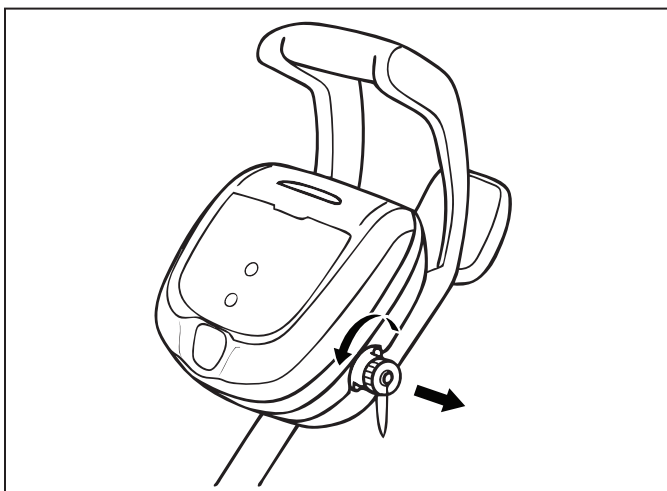

Figura 11. Saque la tapa protectora
- **CANADÁ:** Según los requisitos del NEC®, mantenga la unidad de control por lo menos a tres (3) m (10 pies) del borde del agua (piscina / spa).
1. Desatornille la tapa protectora del cable de suministro eléctrico desde el costado de la unidad de control en el sentido de las agujas del reloj (Figura 11).